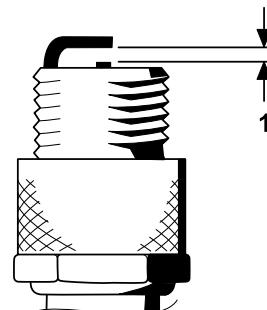

図 43
4. 図 43のように、電極間のエアギャップを 0.76 mm に調整する。